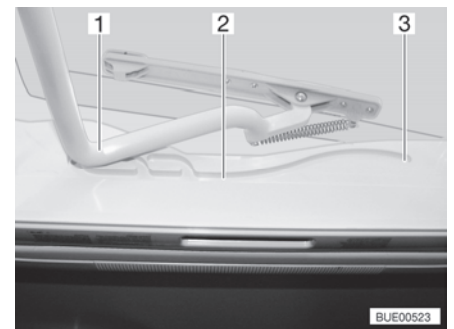

Bild 44 Spår (Heki-taklucka)
- Dra in bygeln (Bild 44,1) i spåren (Bild 44,2) till den bakersta positionen (Bild 44,3).
- Tryck bygeln (Bild 44,1) lätt uppåt med båda händerna.
- Drag bygeln till önskad position i spåret (Bild 44,2).